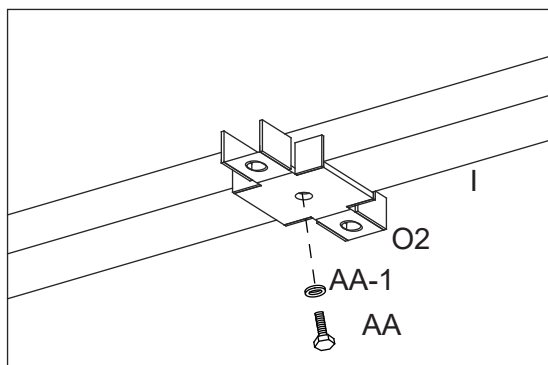

Figure 13-1
13.1. Fixez le connecteur (O2) au support central vertical du toit principal (I) à l'aide des boulons (AA) et de la rondelle d'acier (AA-1). Voir figure 13.1.